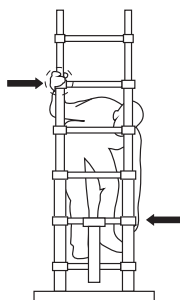

Fig. 5
3. Coloque os polegares no mecanismo de desbloqueio no segundo degrau a contar de baixo (Fig. 5). Dependendo do modelo que estiver a utilizar, empurre cada mecanismo de desbloqueio para dentro ou para cima para desbloquear a escada (Diagrama 3).